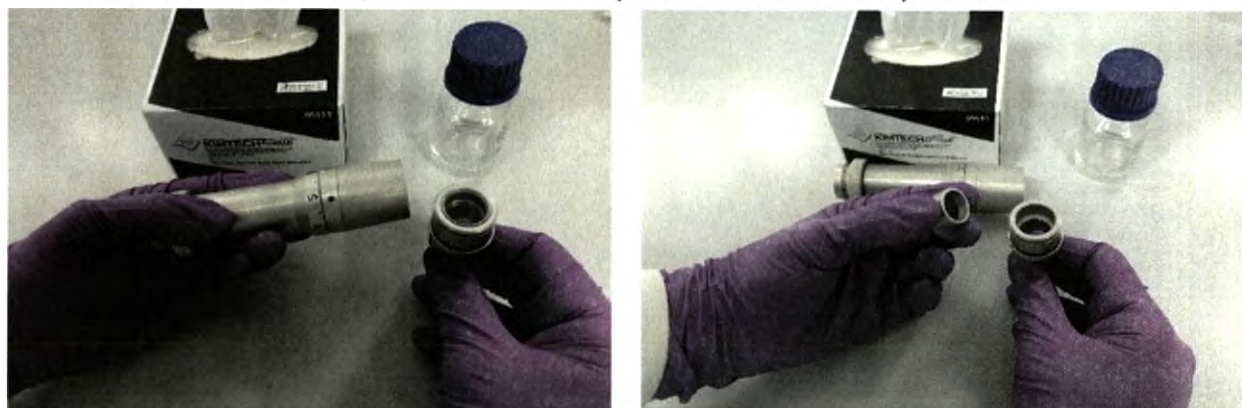

Рис.16.2 – Извлечение защитного окна манипулы
16.4.2 Извлеките защитное окно манипулы как показано на рис.16.2.